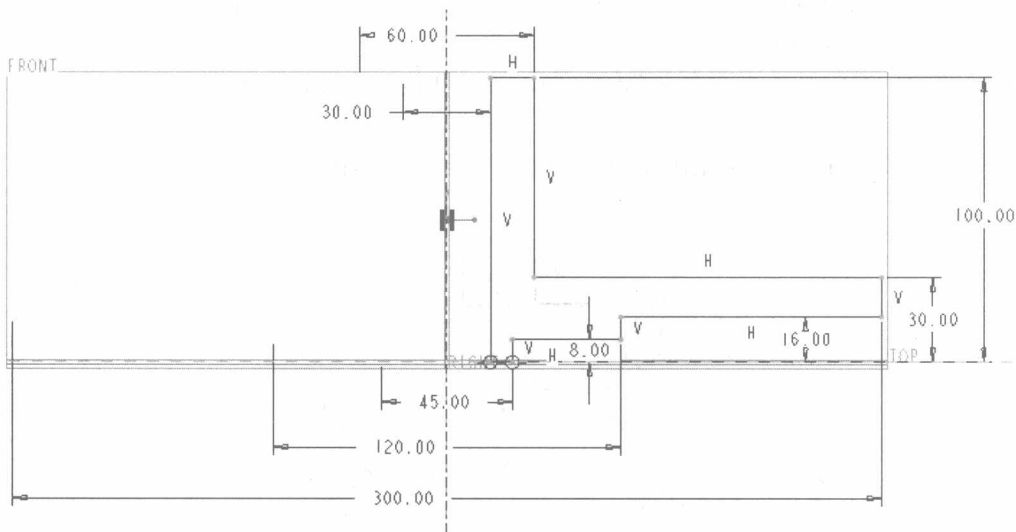

图 1-6 草绘
- (3) 单击“位置”上滑面板中的“定义”按钮，弹出“草绘”对话框。
- (4) 选择 FRONT 基准平面定义草绘平面，默认以 RIGHT 基准平面作为“右”方向参照，单击“草绘”按钮，进入草绘模式。
- (5) 绘制如图 1-6 所示的剖面，注意在剖面中添加将来作为旋转轴的中心线。单击 (继续当前部分)按钮，完成草绘并退出草绘模式。